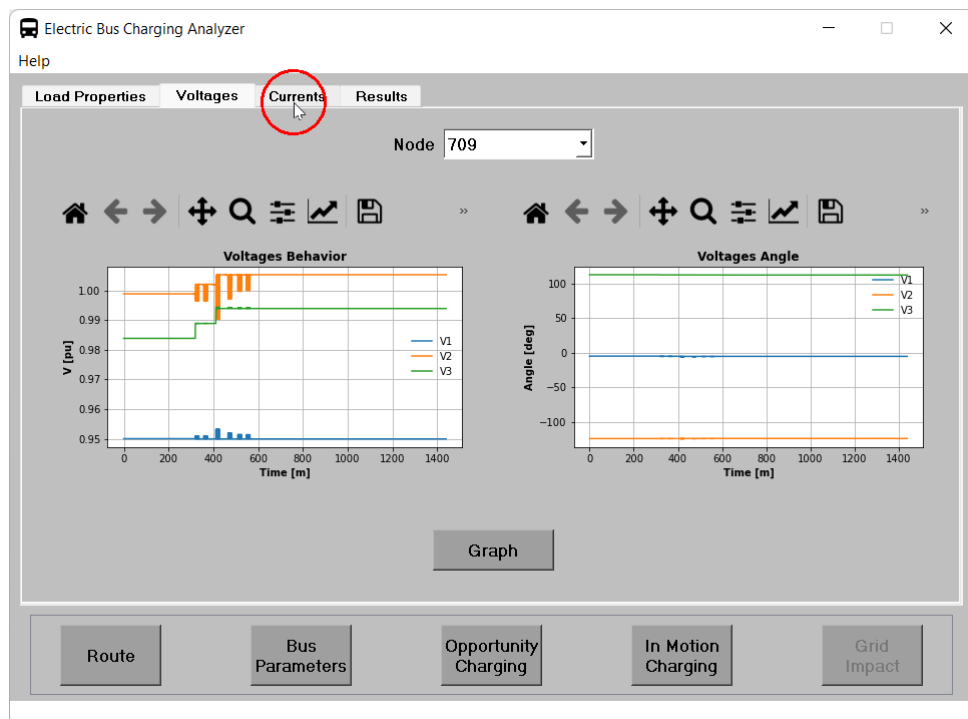

Figura 60: Cambiar de pestaña.
12. Se cambia a la pestaña **Currents** haciendo click sobre ésta, como se muestra en la figura 60.